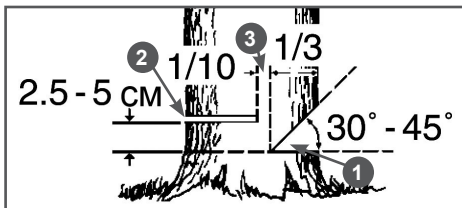

Рис. 11 Расположение запила, пропила и недопила
8. Выберите направления падения дерева, для этого следует учесть силу и направление ветра, естественный наклон дерева, равномерность распределения веток в кроне дерева. Начните пилить с той стороны дерева, куда оно должно упасть (Рис. 11).
*Ни в коем случае не допиливать до конца недопила (3) Рис. 11, так как вы не сможете контролировать направление падения дерева.*